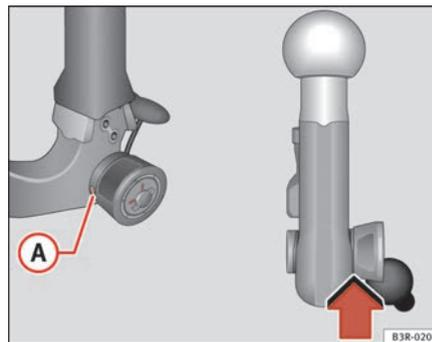

Fig. 154 Dispositivo de reboque desmontável: Controle de segurança
- Verifique se a marca verde **(A)** ⇒ página 202, fig. 154 da roda recartilhada se encontra na zona preta da rótula.